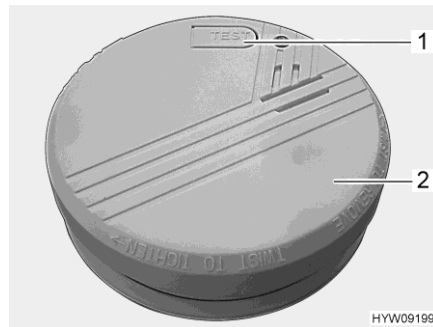

Fig. 118 Detector de humo
- Girar el detector de humo (Fig. 118,2) en sentido contrario a las agujas del reloj hasta que se deje separar del soporte.
- Probar el detector de humo. Para ello, pulsar la tecla de prueba (Fig. 118,1). Deberá sonar el tono de alarma.